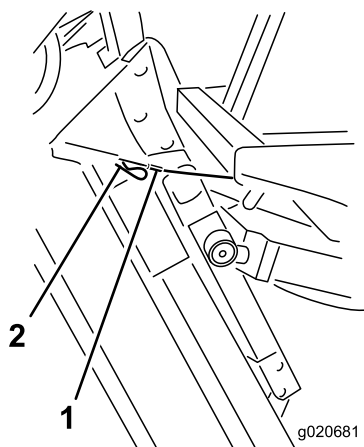

Figura 79
6. Sujetando la carcasa del cortacésped en posición vertical, coloque el extremo del cable sobre el pasador del brazo de elevación de la carcasa y fíjelo con el pasador de horquilla (Figura 79).